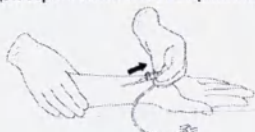

Рисунок 2.
5. Разместите манжету № 1 на руке/запястье на стороне мизинца, манжету № 2 на стороне большого пальца, а манжету № 3 протяните вверх к большому пальцу (РИСУНОК 2).